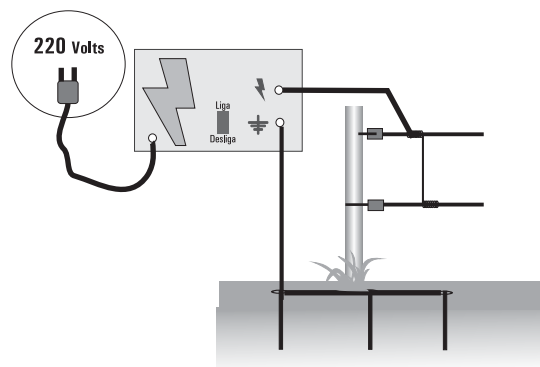

Fig. 1. Esquema de ligação do Eletrificador de 220 Volts à rede elétrica.
- ◆ Certificar-se da boa condição da rede elétrica e da tomada no local onde será instalado o eletrificador. Fios desencapados, tomadas velhas ou soltas e fiação muito antiga devem ser substituídos (Fig. 1).